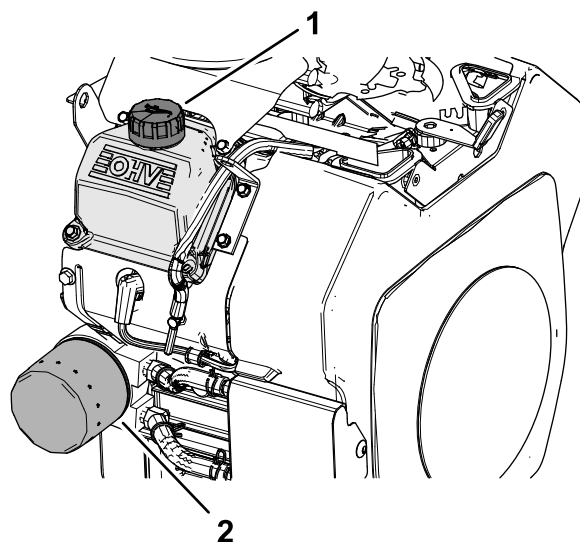

図 33
2. オイルフィルタを外し、フィルタのアダプタガasketの表面をきれいに拭く(図 33)。
3. 新しいフィルタのガスケットにオイルを薄く塗る(図 33)。
5. オイル補給キャップ(図 33)を取り、所定のオイル 2 リットルを入れる エンジンオイルの仕様 (ページ 25)と エンジンオイルの交換 (ページ 26)を参照。